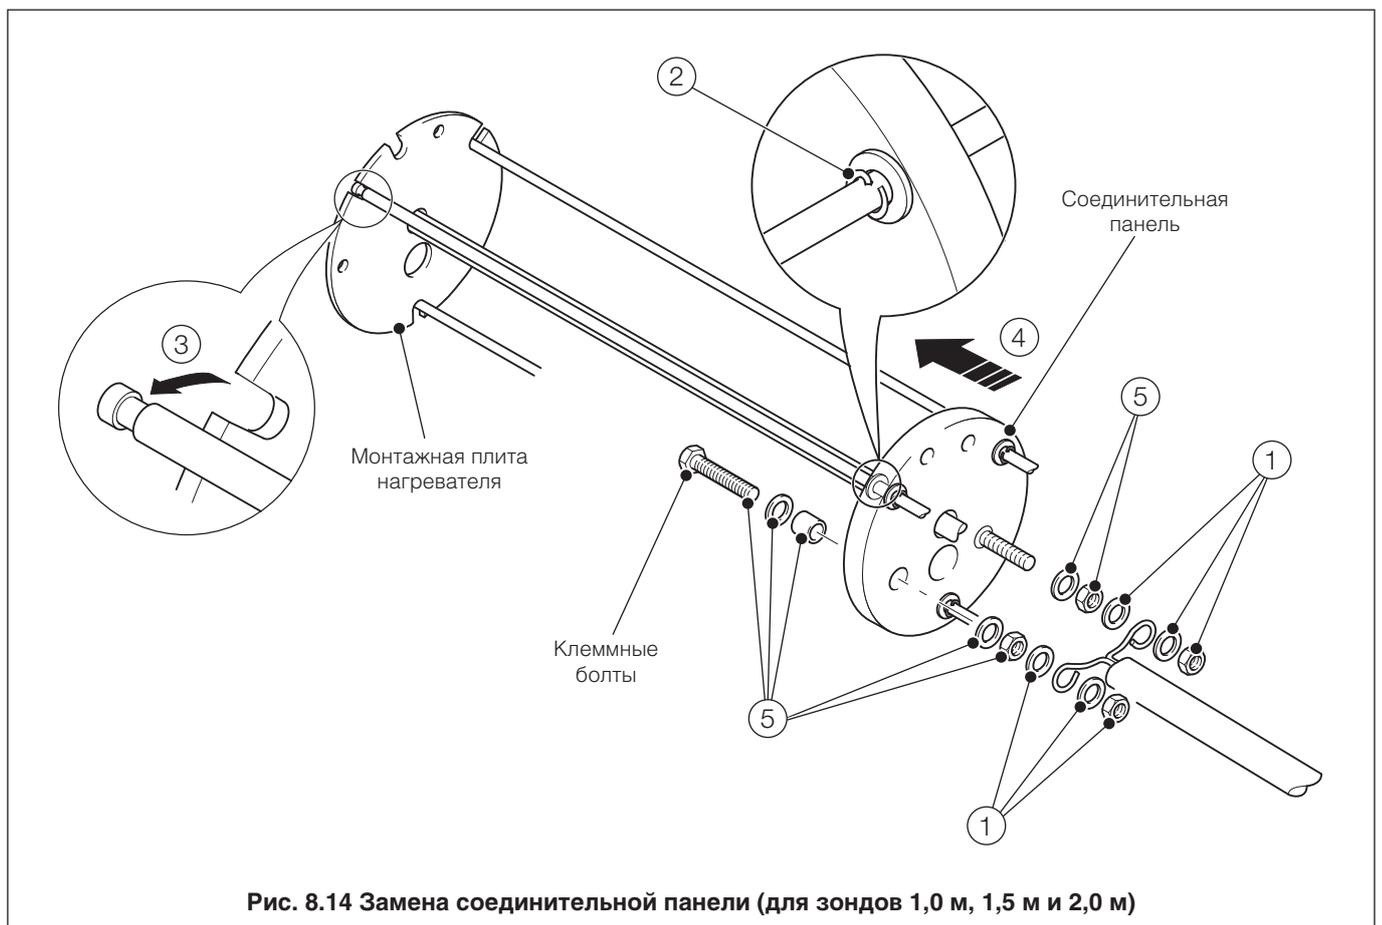

Рис. 8.14 Замена соединительной панели (для зондов 1,0 м, 1,5 м и 2,0 м)
Внимание! Убедитесь, что провода нагревателя проложены как показано на Рис. 8.14, чтобы предотвратить их закорачивание и/или не допустить, чтобы они мешали работе подпружиненного узла проводов термопары/ электрода. Необходимо оставить достаточную слабину проводов нагревателя, чтобы компенсировать расширение при рабочей температуре зонда.
8.14 Замена соединительной панели (для зондов 1,0 м, 1,5 м и 2,0 м) – Рис. 8.14 и 8.15